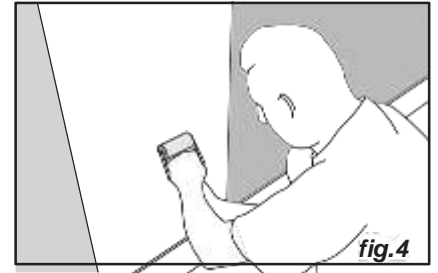

fig.4
- Pressionar sobre toda a superfície do painel, utilizando um rolo, e aplicar uma pressão de 1kg/cm² (fig.4).